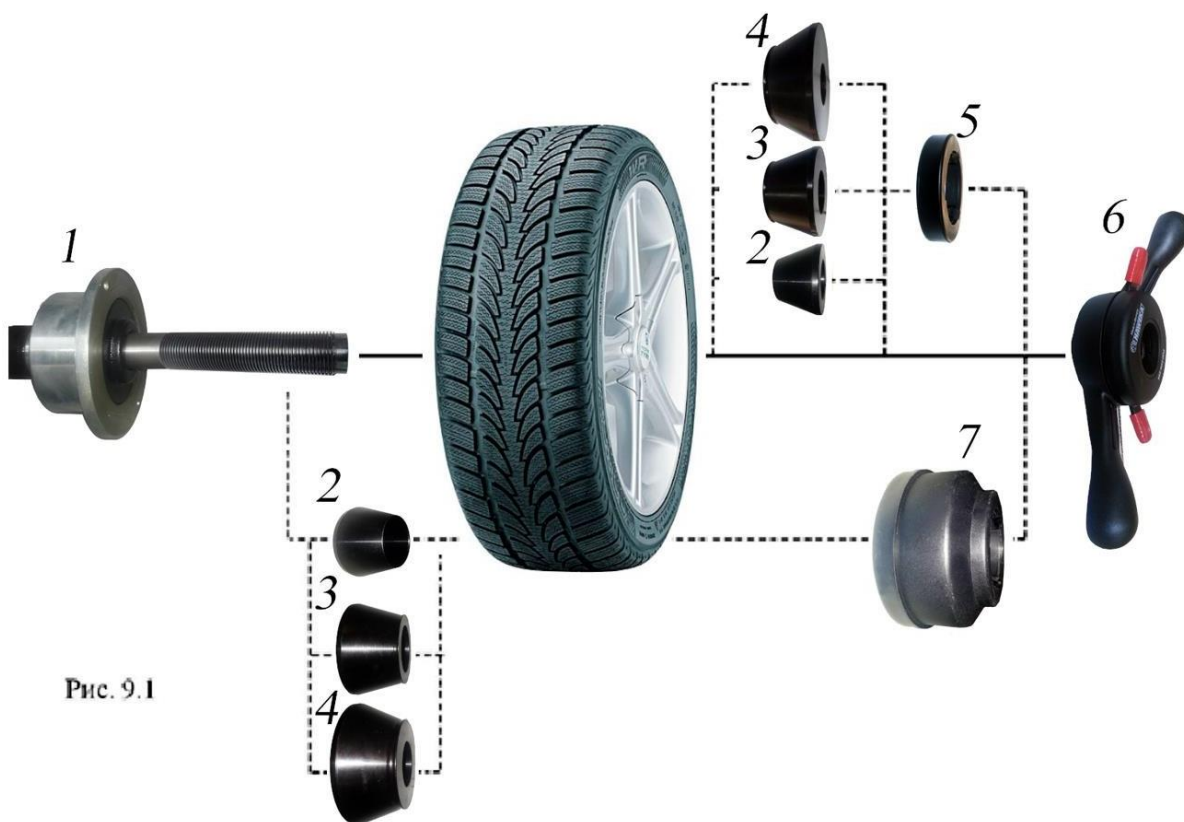

Рис. 9.1
9.2. Балансируемое колесо закрепляется на валу СБ за центральное отверстие диска с помощью конусов и быстросъемной гайки с раздвижными резьбовыми сухарями. В зависимости от конфигурации диска конус может быть установлен как с внешней стороны диска (вариант «а»), так и с внутренней (вариант «б»). При этом на гайке 6 кольцо 5 должно быть заменено на чашку 7. (см. рис. 9.1)
9.6. СБ оборудован педалью для ускорения установки колеса по (варианту «б») (см .рис. 9.1) Установите колесо на конус, установите быстросъемную гайку, нажмите два раза педаль, удерживая колесо и быстросъемную гайку. Вал СБ начнет вращаться, зажимая колесо, когда колесо будет зажато вращение вала остановиться. Окончательно затяните колесо быстросъемной гайкой вручную.